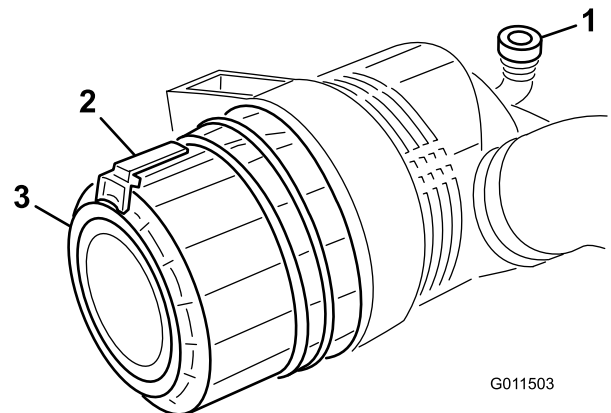

Figura 48
1. Puxe o trinco para fora e rode a cobertura do filtro de ar no sentido contrário ao dos ponteiros do relógio (Figura 48).
7. Instale a tampa orientando a válvula de saída de borracha (Figura 48) para uma posição descendente – entre aprox. 5:00 e 7:00, na perspectiva extremidade. Fixe o trinco.